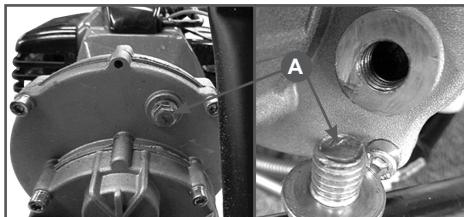

Рис. 2 Проверка наличия смазки
- Извлеките винт (A) под блоком редуктора и проверьте наличие смазки (Рис. 2). При необходимости добавьте около 50 г универсальной смазки CHAMPION EP-0. После добавления смазки проверните вал отбора мощности на один оборот для равномерного распределения смазки.